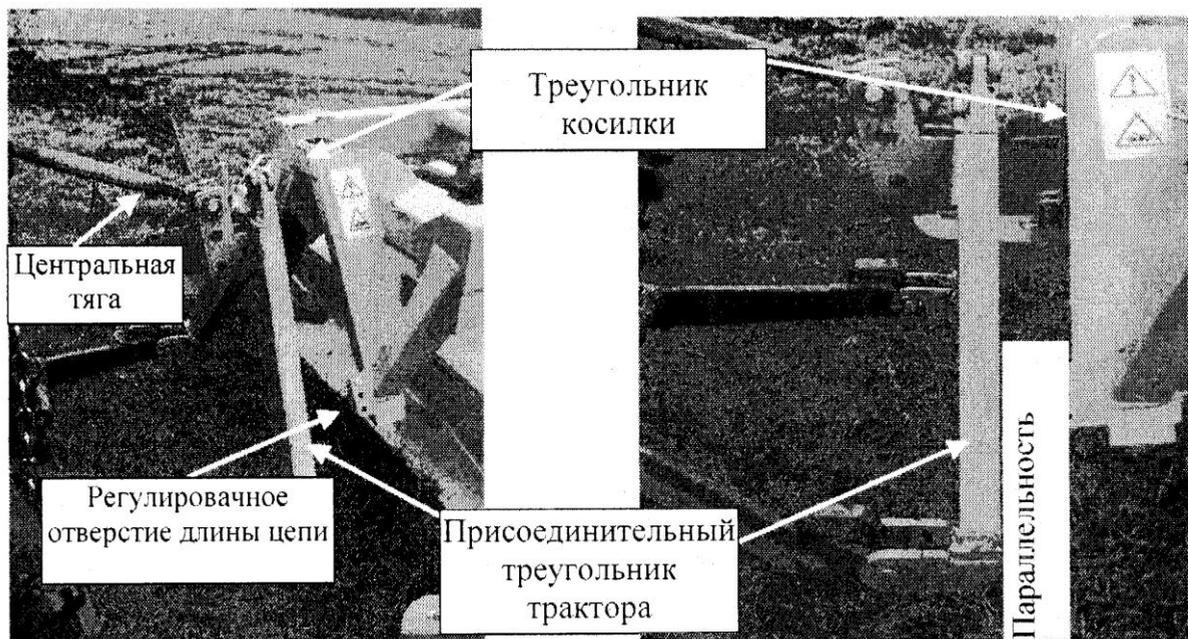

Рис. 16 Навешивание косилки
Прикрепить присоединительный треугольник к трехточечной системе навески на тракторе и подъехать перпендикулярно косилке. При помощи центральной тяги (Рис 13) установить присоединительный треугольник параллельно треугольнику косилки (Рис. 16), приподнять трехточечную систему навески так, чтобы она зафиксировалась в присоединительном треугольнике.
1. Приподнимите косилку на навесном устройстве трактора так, чтобы расстояние между навесным устройством и основной резиновой бампера составляло около 15 см (Рис. 16.),
5. Проверьте расстояние между навесным устройством и основной резиновой бампера. Если оно неправильное, надо его отрегулировать, используя для этой цели регулировочное отверстие цепи треугольника косилки (Рис. 16).